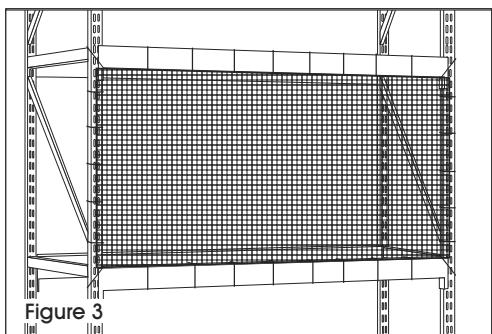

Figure 3
3. Secure the rest of the pallet rack netting with a cable tie every 12" on each side. (See Figure 3)
3. Fixez le reste du filet de support à palette avec un attache-câble tous les 30,5 cm (12 po) de chaque côté. (Voir Figure 3)